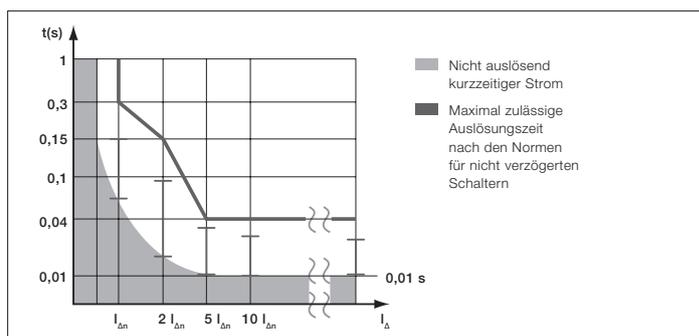

Abb. 5 Unempfindlichkeit gegen kurzzeitige Fehlerströme
- 10 ms Impuls bis zu  $10 I_{\Delta n}$  (s. Abb. 5).